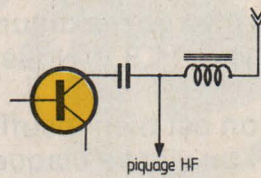

Figure 2
La HF est prise en aval du transistor de sortie après le condensateur de liaison avec le bobinage d'accord d'antenne comme le montre la figure 2. S'il n'y a pas ce condensateur (ce qui est rare), on prend la HF au pied de l'antenne à l'aide d'un condensateur de 15 pF maximum. On peut également introduire dans le circuit un interrupteur (fils très courts) qui ne donne la HF que lorsqu'on le souhaite. Cette disposition diminue d'une part les risques de court-circuit dans l'étage de sortie et, d'autre part, évite la création d'ondes stationnaires, car elle modifie très peu l'accord d'antenne. Une diode 1N4148 ou 1N4149 détecte la HF et ne conserve que la partie positive du signal qui est amplifiée par le transistor NPN (1). La polarisation de la base de ce transistor détermine le seuil à partir duquel, sollicité par le courant de la diode, le transistor aura un courant collecteur assez fort pour allumer la LED. La résistance d'émetteur de T1 peut-être comprise entre 270 et 470 Ohms : cette valeur est fonction des caractéristiques de la LED qui ne doit pas être traversée par un courant de plus de 15 mA où elle donnera sa brillance maximum : au delà de 15 mA, on risque de claquer la LED.